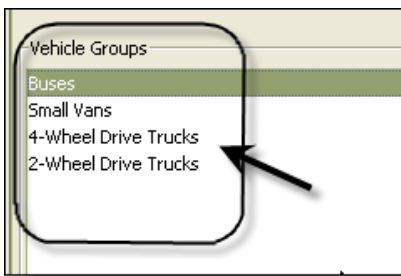

FIG. 153
- Los nombres de los grupos de vehículos que ha creado en el paso 3 (anterior) se agregan a la lista de grupos de vehículos que se muestra en el lado de Grupos de vehículos de la pantalla. En la FIG. 153 se enumeran cuatro grupos de vehículos: autobuses, furgonetas pequeñas, camionetas de tracción de cuatro ruedas y camionetas de tracción de dos ruedas.